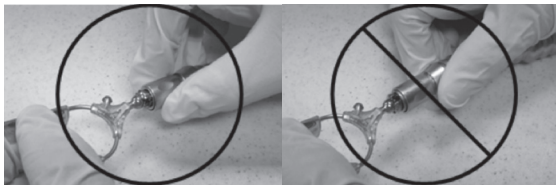

Rysunek 4 – Mocowanie akcesorium do uniwersalnego ramienia stabilizatora Hercules™ 3 (numer referencyjny produktu T401161)
- a. W celu dołączenia akcesorium ze standardowym SZYBKOZŁĄCZEM TRZONU Terumo, należy przesunąć tuleję uniwersalnego ramienia stabilizatora Hercules do przodu i wsunąć trzon akcesorium do szybkozłącza tak, aby wcięcie na trzonie (akcesorium) skierowane było w stronę płaskiego obszaru z logo na tulei uniwersalnego ramienia stabilizatora Hercules (patrz Rysunek 4). Przesunąć tuleję do jej pierwotnego położenia, aby zablokować akcesorium w szybkozłączu. Upewnić się, że połączenie jest stabilne.